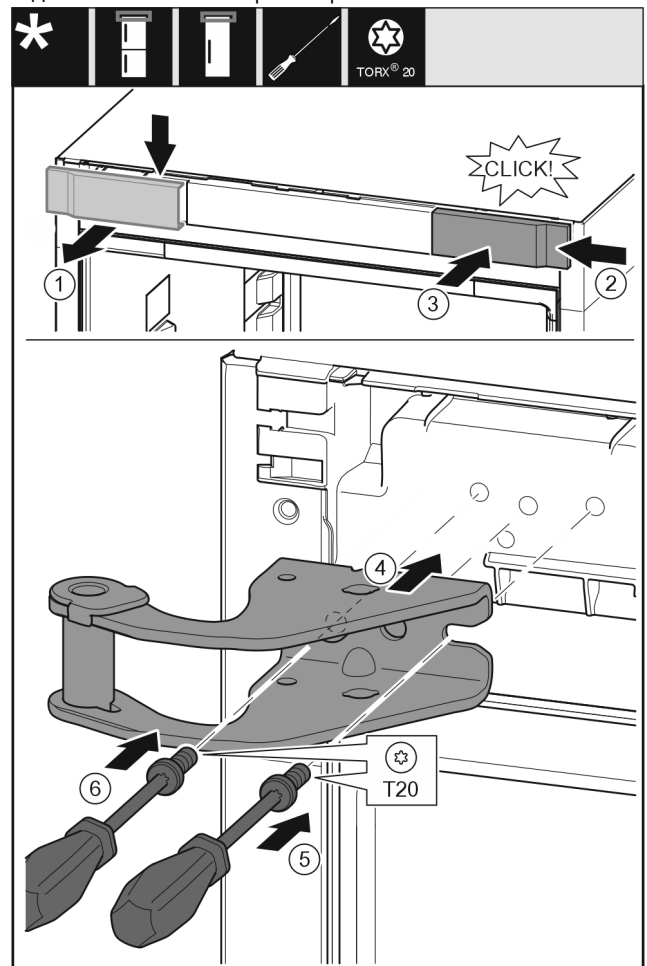

Fig. 9
- Зніміть кришку вгору вперед. *Fig. 9 (1)*
- Почепіть кришку, що повернута на 180°, з іншого боку праворуч. *Fig. 9 (2)*
- Зафіксуйте кришку. *Fig. 9 (3)*
- Встановіть верхній опорний кронштейн. *Fig. 9 (4)*
- Встановіть та закрутіть гвинт за допомогою викрутки T20. *Fig. 9 (5)*
- ▶ Встановіть та закрутіть гвинт за допомогою викрутки T20. Fig. 9 (6)